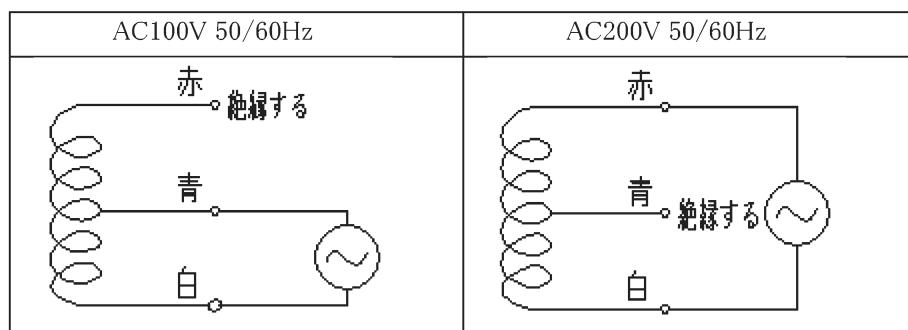

図5 結線図
- 電磁弁のリード線は白・青・赤に色分けしてありますので、図5のように結線してください。